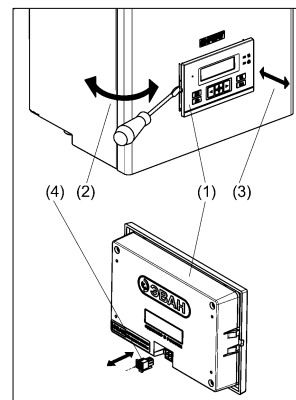
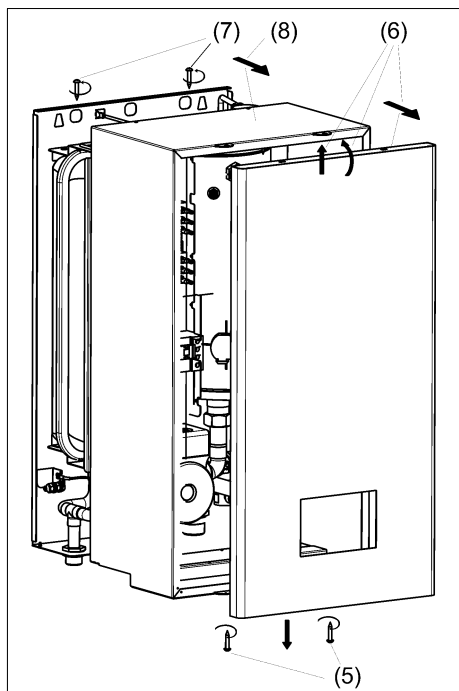

Рисунок 5. Снятие блока управления
Рисунок 6. Снятие лицевой панели и кожуха
(1) Аккуратно подденьте плоской отвёрткой место примыкания блока управления и лицевой панели (см. рис. 5).
(2) Выдвиньте блок управления на себя.
(3) Отсоедините кабель с разъёмом от блока управления. Кабель подсоединён с тыльной стороны блока управления.
(4) Уберите блок управления в сторону в безопасное место.
(5) Открутите отвёрткой два самореза с нижнего торца лицевой панели (см. рис. 6).
(6) Снимите лицевую панель и уберите её в сторону, при этом исключите возможность её повреждения (деформирования).